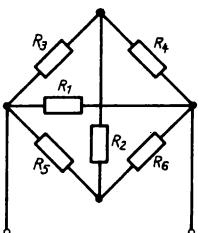

Bild 66
- Sechs gleiche Widerstände sind so geschaltet, daß sie in den Seiten und Diagonalen eines Quadrates liegen (Bild 66). Berechnen Sie den Ersatzwiderstand der Schaltung zwischen zwei gegenüberliegenden Eckpunkten. Vereinfachen Sie zuvor die Schaltung schrittweise.